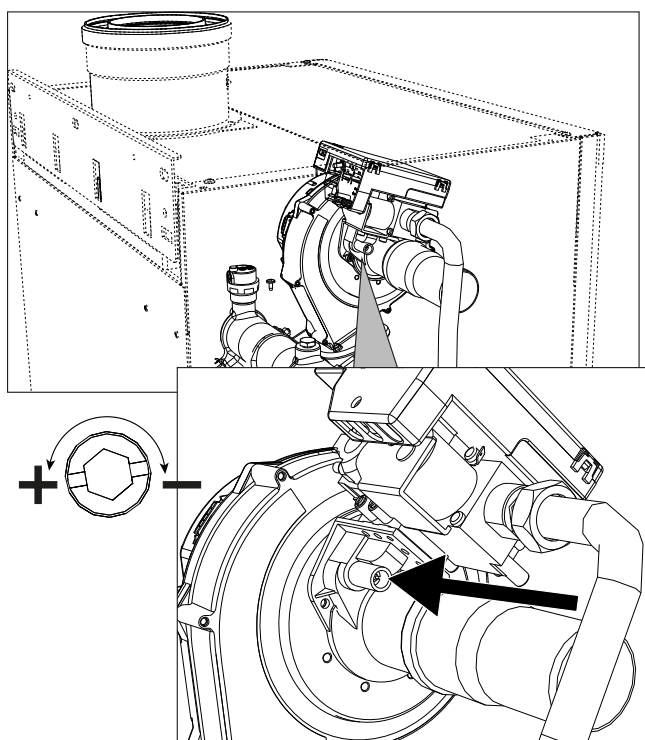
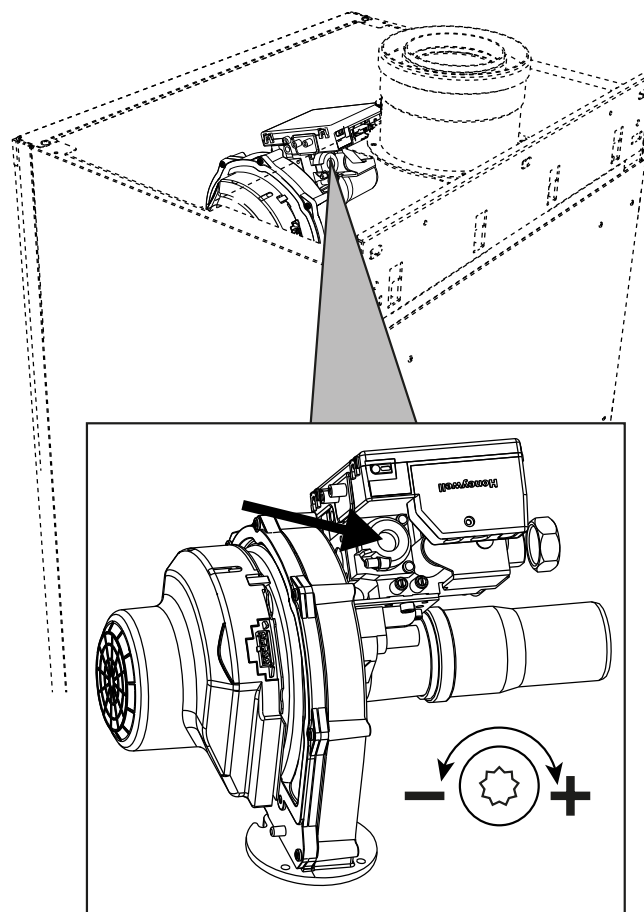
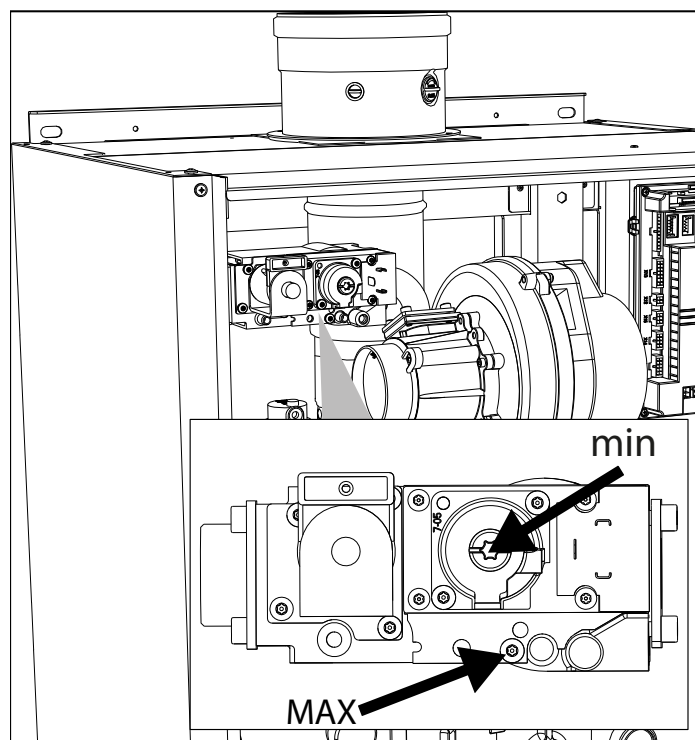

fig. 76- Regulación máxima modelos W 60 y W 80
fig. 77- Regulación mínimo modelos W 60 y W 80
fig. 78- Regulación máxima y mínima modelos W 99, W 120 y W 150
- Si los valores son distintos de los indicados, gire el tornillo de regulación del máximo hasta que las concentraciones de CO₂ sean correctas. Vea **fig. 76** para modelos **W 60** y **W 80** o bien **fig. 78** para modelos **W 99**, **W 120** y **W 150**.
- Si los valores de CO₂ son distintos de los indicados, gire lentamente el tornillo de "OFFSET" mínimo hasta que la concentración sea correcta. Vea **fig. 77** para modelos **W 60** y **W 80** o bien **fig. 78** para modelos **W 99**, **W 120** y **W 150**.